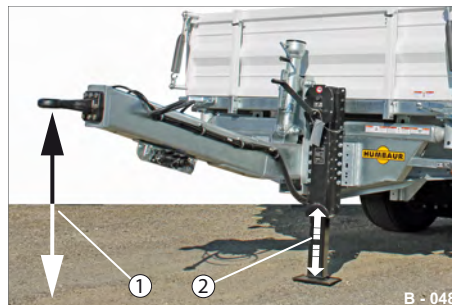

Abb. 49 Höhenangleichung / Ausrichtung
- ▶ Korrigieren Sie ggf. die Stellung der Rohrzugdeichsel (Abb. 49/1) mittels der Spindelstütze (Abb. 49/2).